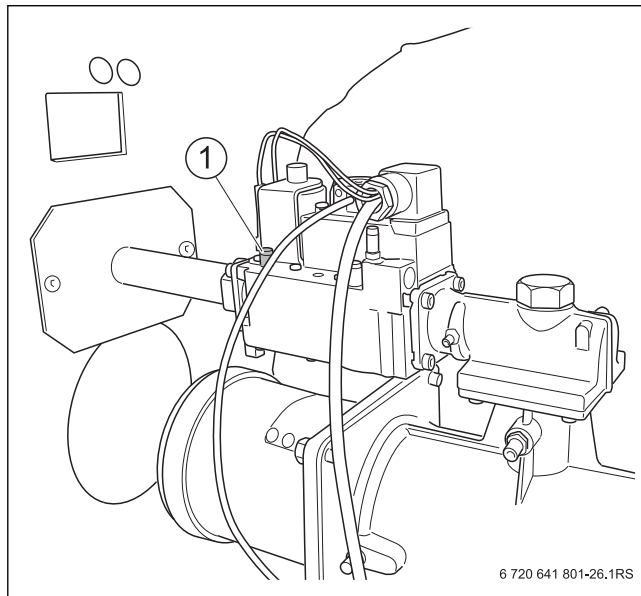

Рис. 31 Удаление воздуха из газопровода (котлы 90/120 кВт)
- Отверните на два оборота запорный винт штуцера, предназначенного для измерения давления и выпуска воздуха (→ рис. 31, 32, 33, [1], стр. 26, 27), и наденьте шланг.